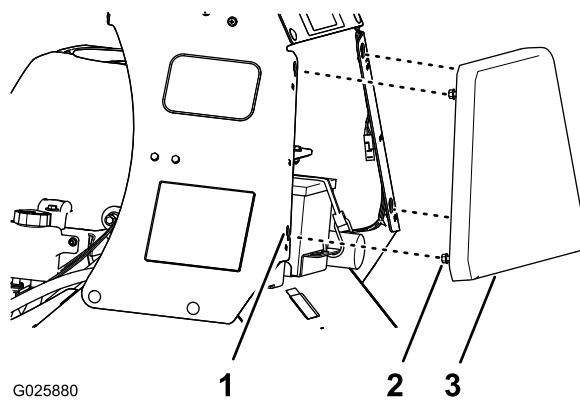

Figure 25
- Desserrez les 4 boulons à embase qui fixent la plaque aux panneaux gauche et droit de la console (Figure 25).
- Soulevez la plaque de la console pad (Figure 25) d'environ 13 mm (1/2 po).
- Tirez la plaque en arrière et déposez-la de la machine (Figure 25).
- Placez les 4 boulons à embase sur la face avant de la console en face des 4 fentes en trou de serrure dans le cadre de la console (Figure 25).
- Avancez la plaque jusqu'à ce qu'elle soit de niveau avec le cadre de la console (Figure 25).
- Abaissez la plaque jusqu'à ce que les boulons à embase soient engagés dans les fentes (Figure 25).